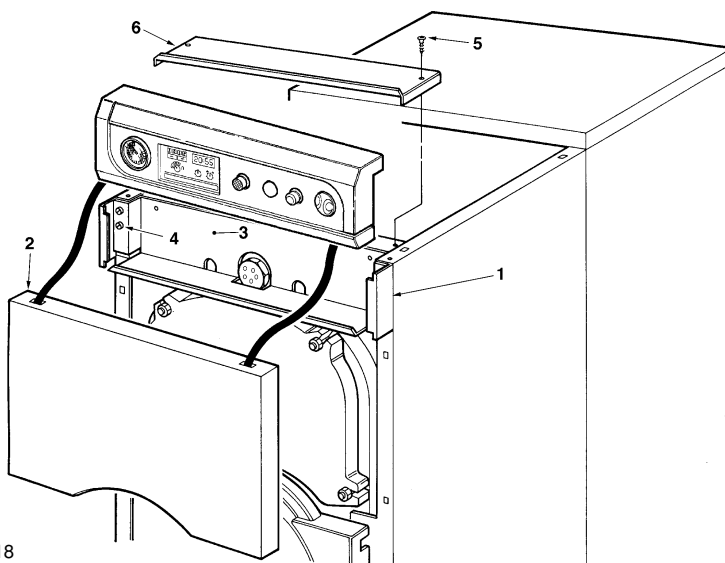

Рис. 18
4.15 (Рис. 18) Закрепить угольник 1 (правый - левый), установить панель 2 и разместить пульт управления. Закрепить предохранительную коробку 3 винтом 4 внутри угольников 1. Вставить пульт управления в панель 2 и прикрепить его к боковине винтом 5. Закрывать пульт управления предохранительной крышкой 6.